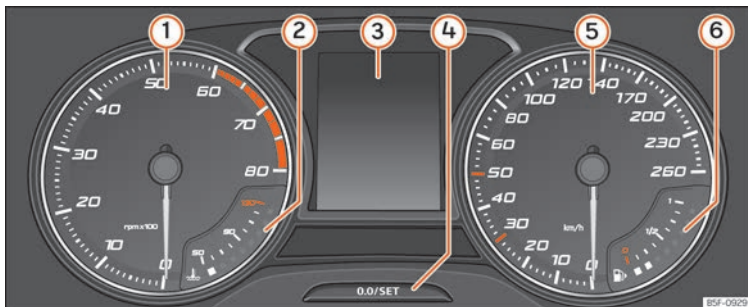

Abb. 67 Display des Kombi-Instruments in der Instrumententafel.
»» **Abb. 67:**
- Drücken Sie kurz die Taste **0.0/SET** »» **Abb. 67** (4), um den Tageskilometerzähler auf 0 zurück zu setzen.
- Wenn Sie die Taste **0.0/SET** (4) drei Sekunden lang gedrückt halten, wird der vorherige Wert angezeigt.